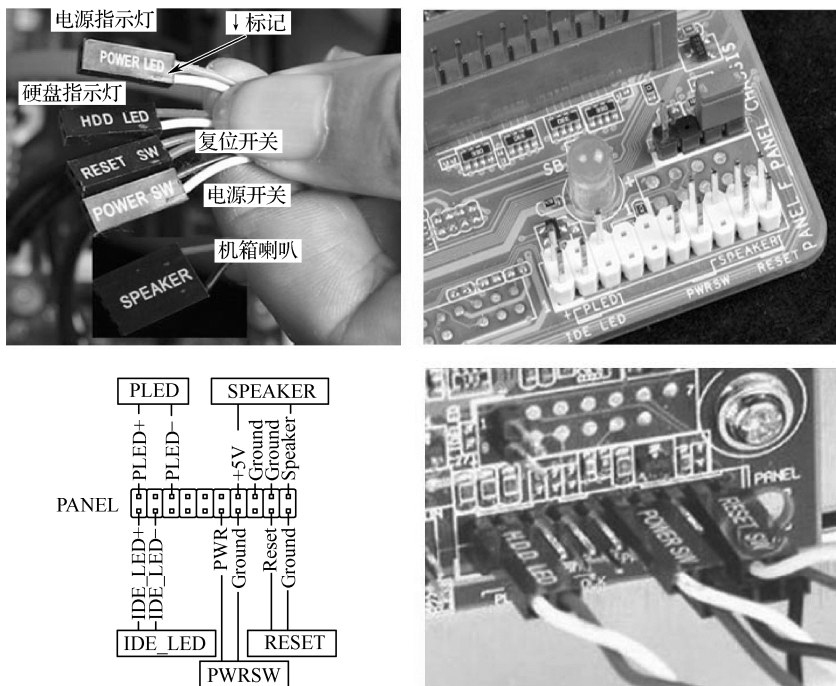

图 2-36 控制指示信号线的连接
(1) 连接主板与前面板的连接线。主板与前面板的连接线主要有控制指示信号线、USB 接口连接线和音频信号线。
①控制指示信号线的连接。控制指示信号线的连接方式，在主板的说明书上有详细的说明，大多数主板在线路板上也都有标记，如图 2-36 所示。